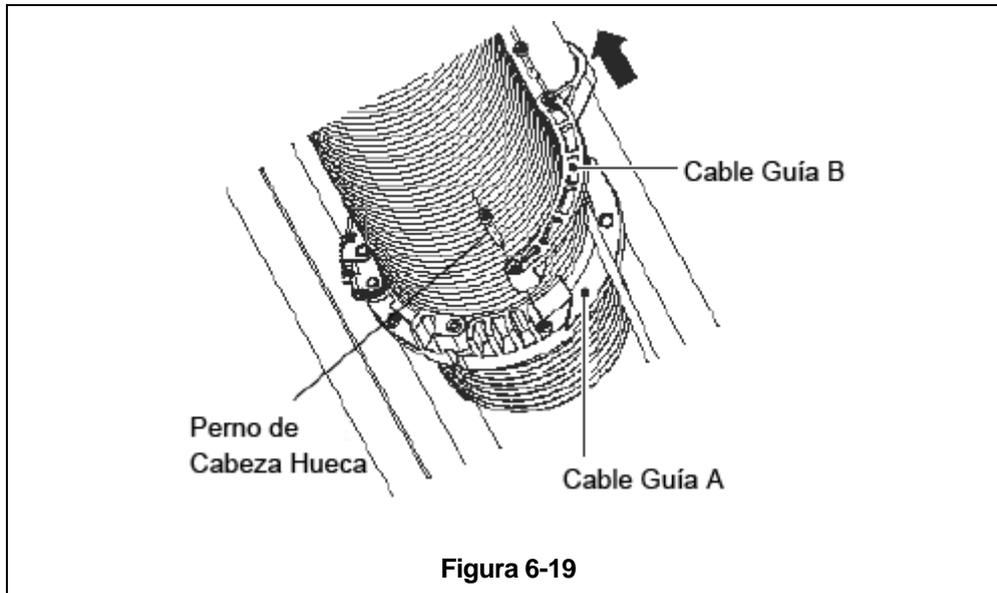

Figura 6-19
10) Retire ambos Pernos de Cabeza Hueca que sujetan la Guía de Cable B (parte con el Guía del Eje de Soporte en "forma de gancho") a la Guía de Cable A. Estos pernos están etiquetados como "B" en la **Figura 6-18**. Separe la Guía de Cable B de la Guía de Cable A como se muestra en la **Figura 6-19**.
- 13) Si instala un nueva Guía de Cable, el primer paso será desmontar la Guía de Cable en preparación para la instalación. Empiece por quitar los dos pernos etiquetados como "B" como se muestra en la **Figura 6-18**. Con los pernos retirados, la Guía de Cable B se puede separar de la Guía de Cable A. (**Figura 6-19**)
- 14) Retire el hardware restante etiquetado como A, **Figura 6-19**, así como las cuñas que lo acompañan para permitir que la Guía de Cable A se separe en dos segmentos.